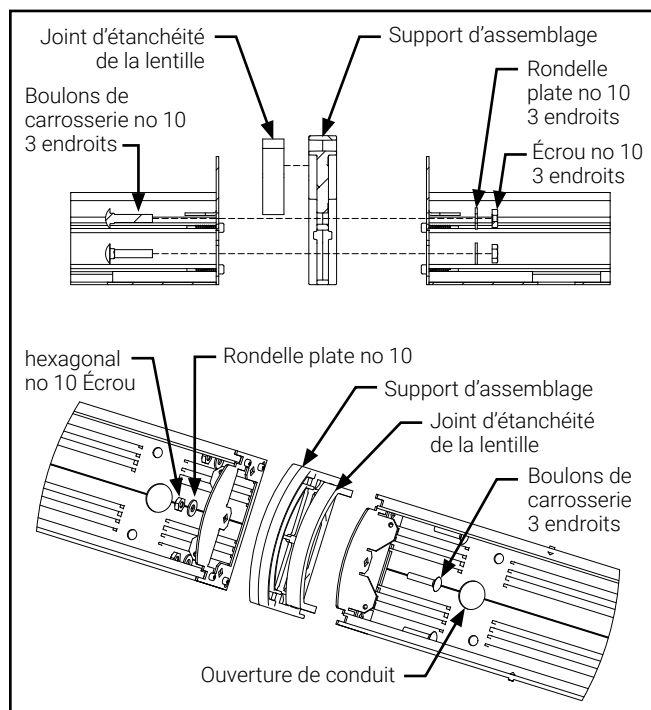

Figure 3.
3. Trouvez le support d'assemblage et le sac de quincaillerie dans le carton. Installez le support d'assemblage entre le premier et le deuxième luminaire. Installez les trois (3) boulons de carrosserie, rondelles et écrous, comme illustré à la Figure 3.